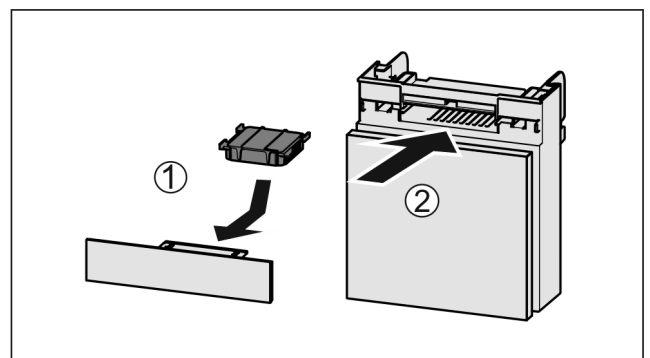

Fig. 221
- Inserire il vano Fig. 221 (2).